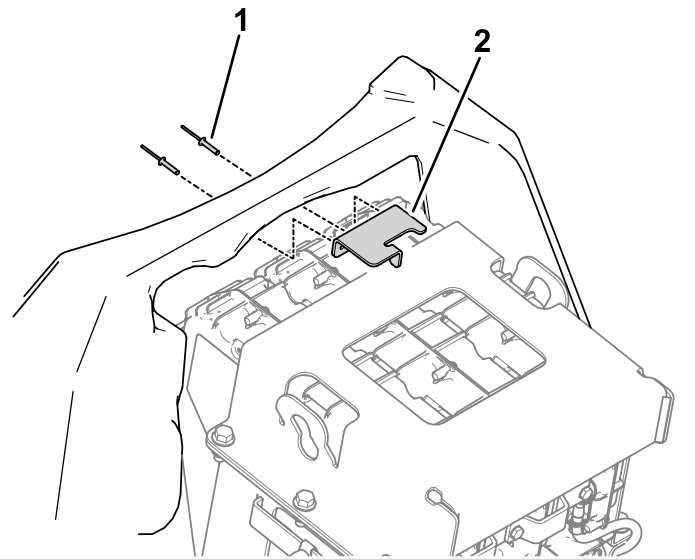

Figura 53
4. Utilizzate 2 rivetti per fissare la staffa del fermo al coperchio delle batterie (Figura 53).